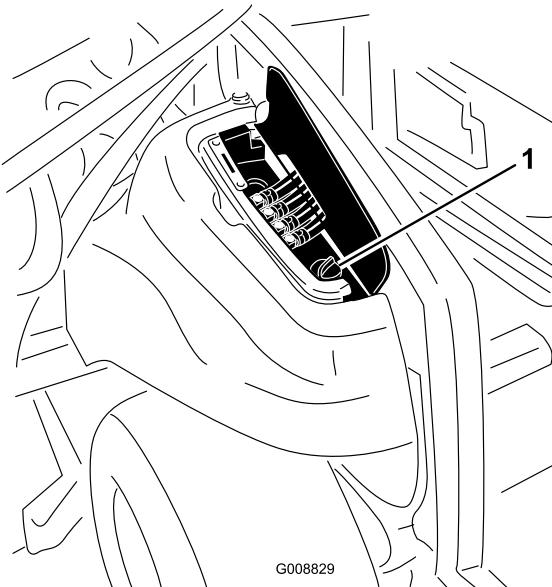

Bild 88
2. Heben Sie rechts an der Maschine die Abdeckung an, um den Hydraulikbehälterdeckel frei zu legen (Bild 88).
3. Reinigen Sie den Bereich um den Einfüllstutzen und den Deckel des Hydraulikbehälters (Bild 88). Drehen Sie den Deckel vom Einfüllstutzen ab.